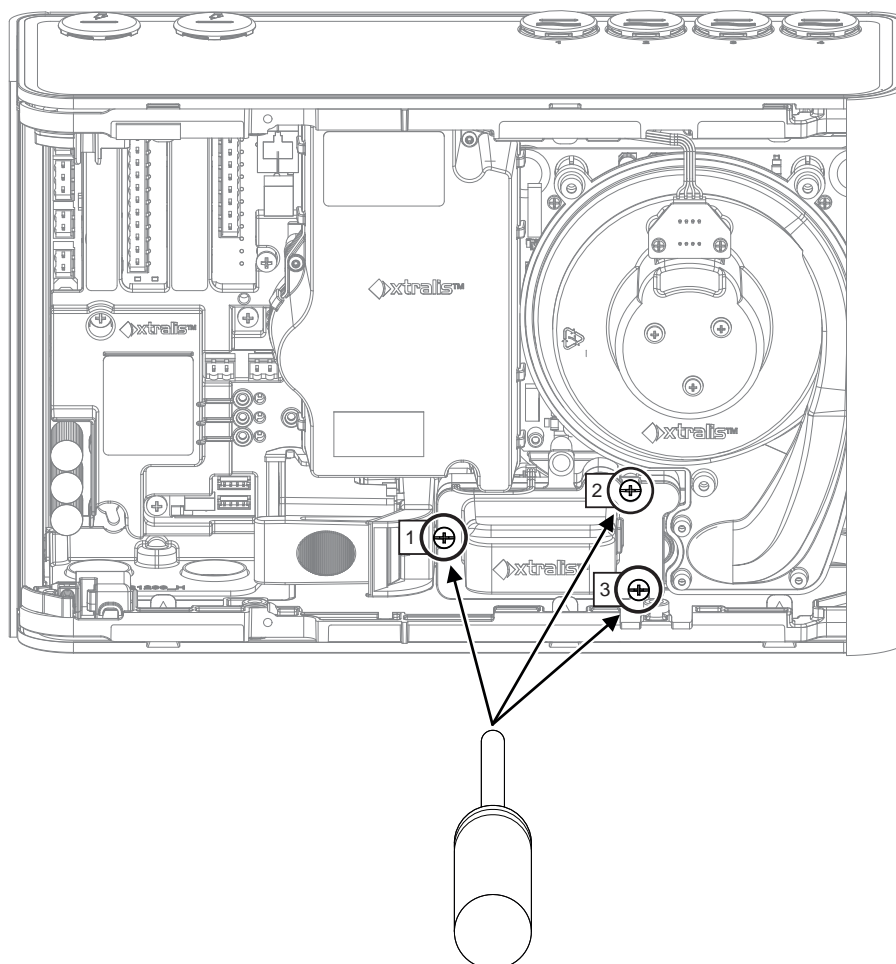

Рис. 7-21: Удалите винты пробоотборного модуля
5. Удалите три винта, фиксирующие пробоотборный модуль (Рис. 7-21).